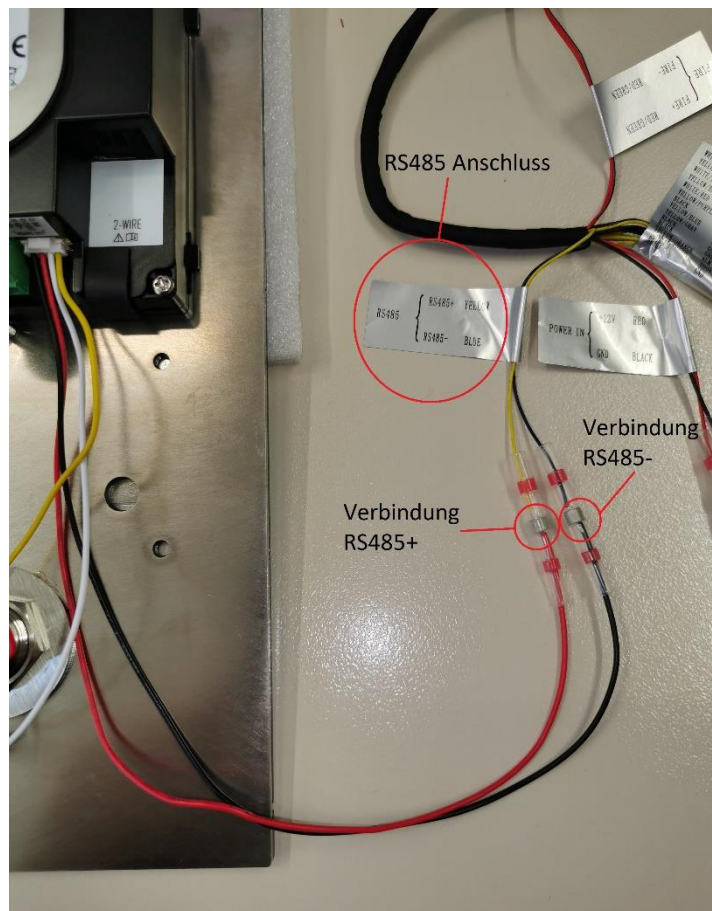

Abbildung 8
- Nun muss die RS485 + (rot) und die RS485 - (schwarz) Ader der Außenstation, mit der RS485 + (gelb) und RS485 - (blau) Ader des Anschlusskabels verbunden werden. Am Anschlusskabel des Sicherheitsmoduls sind die Anschlüsse mit einem grauen Fähnchen „RS485“ gekennzeichnet. (Siehe Abbildung 8) Im Beispiel werden die Adern direkt angeschlossen. Sollten Sie einen anderen Montageort wählen, müssten die beiden Adern von Ihrem Montageort an die Außenstation verlängert werden.